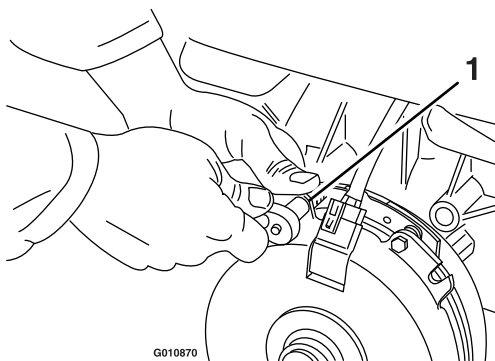

Figure 66
- A. Desserrez les boulons de fixation du frein de $\frac{1}{2}$ tour à 1 tour, comme montré à la Figure 66.